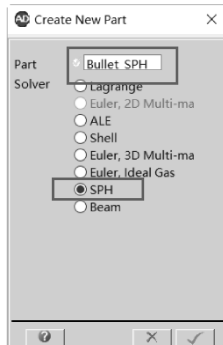

图 6-24 算法选择
(1) 在导航栏上单击【Parts】，在任务面板中单击【New】，弹出来如图 6-24 所示的对话框进入算法的设置，设置 SPH 法。【Part Name】= Bullet_SPH，Solver = SPH，单击 ☒ 确定。